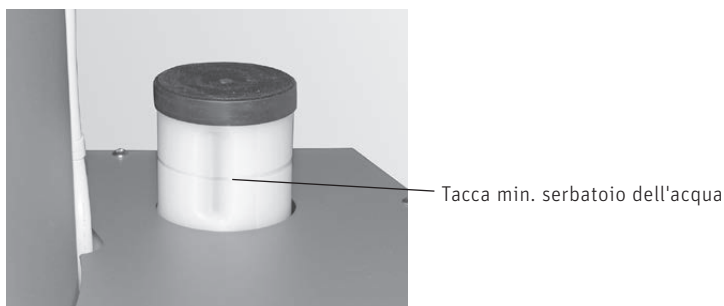

Fig. 79 Riempire il serbatoio dell'acqua
- ▶ Rimuovere il tappo del serbatoio dell'acqua e rabboccare – Fig. 79.